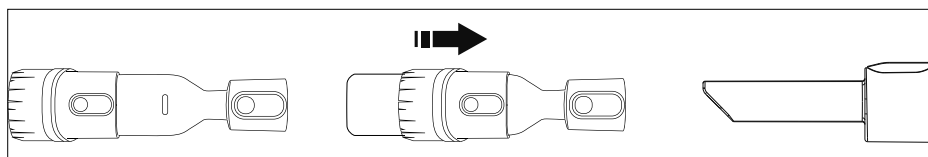

Fig. 8
- ▶ Tirez sur le bouton de déverrouillage du bac à poussière, tournez doucement le bac à poussière pour ouvrir la fermeture à baïonnette, comme indiqué sur la figure 8.
- ▶ Retirez le porte-filtre (19) et videz le bac à poussière au-dessus d'une poubelle.
- ▶ Retirez le porte-filtre (19) et le filtre Hepa (20).